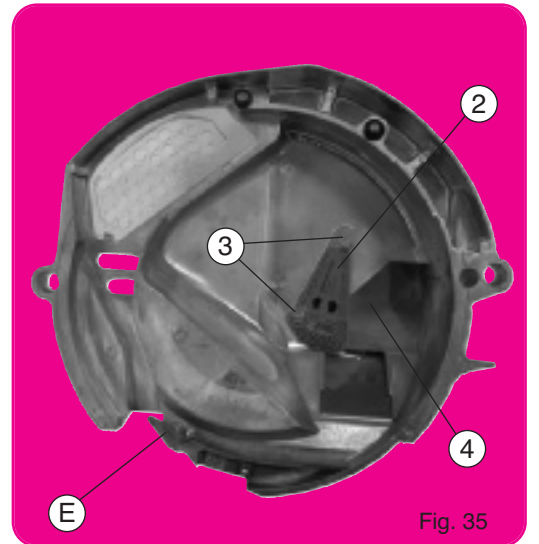

Fig. 35
2. POSITION BASSE (fig. 35) POUR PETITES GRAINES, c'est-à-dire tournesol, betterave, sorgho...
2. LOW POSITION (fig. 35) FOR SMALL SEEDS, i.e. sunflower, beets, sorghum...
2. POSICIÓN BAJA (fig. 35) PARA GRANOS DE PEQUEÑO CALIBRE, es decir girasol, remolacha, sorgo....
2. POSIZIONE BASSA (fig. 35) per SEMI PICCOLI (girasole-bietole-sorgo-ecc.)